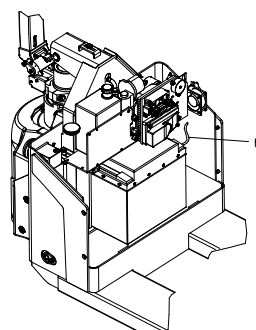

Рис. 14
- (Рис.14) снимите соединительный провод 6 литиевой батареи. Обратите внимание на положительный и отрицательный полюса, чтобы избежать короткого замыкания батареи;